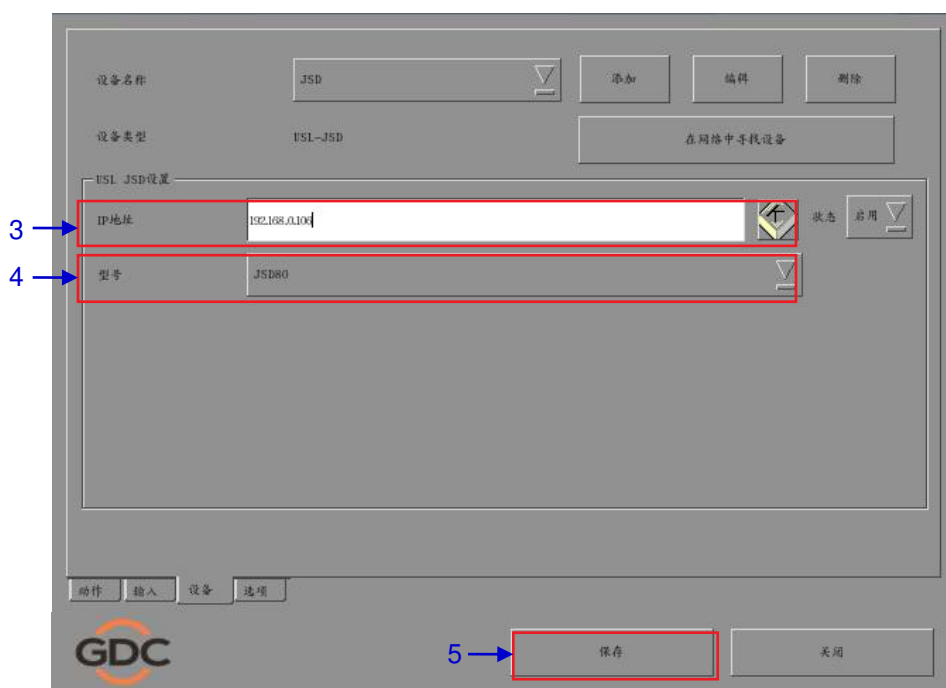

图 76 USL JSD 设备的自动化设置.
3. 输入 USL-JSD 设备的 IP 地址 (如图 76) 。